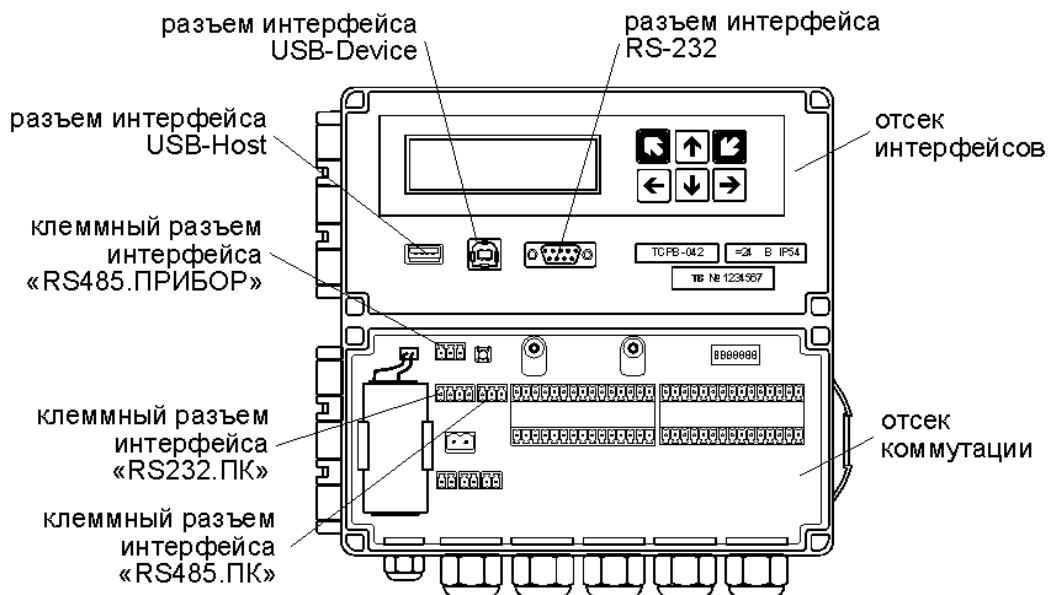

Рис.14. Размещение интерфейсных разъемов тепловычислителя.
7.3.1.1. Для связи с внешними устройствами в тепловычислите предустановлены последовательные интерфейсы RS-232, RS-485, USB-Device и USB-Host. Размещение интерфейсных разъемов в отсеках ТВ показано на рис.14 (крышки отсеков условно не показаны).